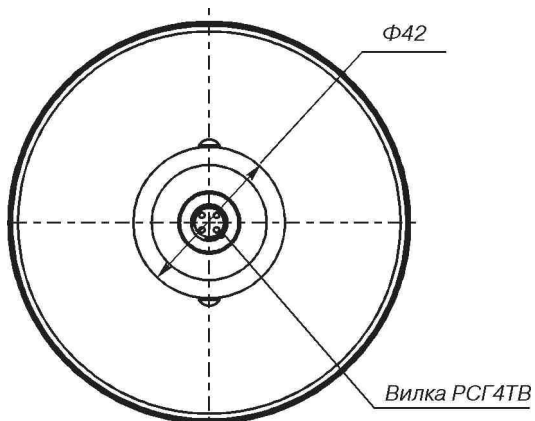
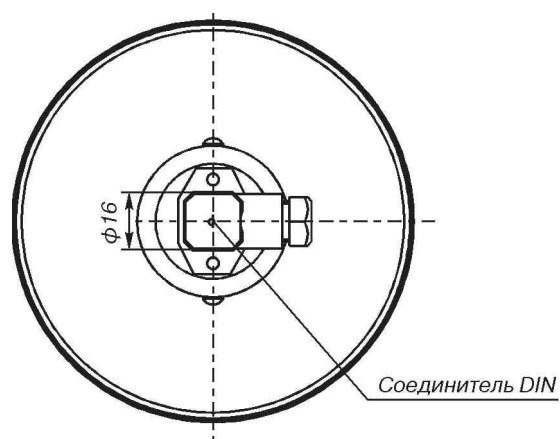

Рис.1. Реле РД с разъемом.
Рис.2. Реле РД с соединителем DIN
(остальное см. рис.1).
с розеткой РСЕ4ТВ (рис.1)	с соединителем DIN (рис.2)
* С учетом массы штуцера M20x1,5, но без учета массы разъема (рис.1) или соединителя (рис.2).